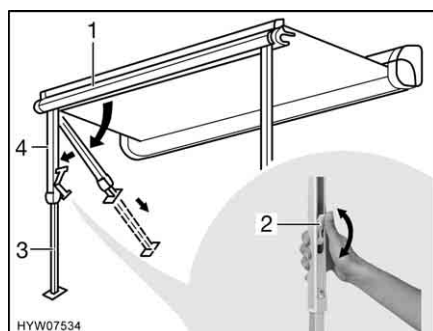

Fig. 38 Installazione dei montanti di supporto
- Estrarre i montanti di supporto (Fig. 38,4) dal listello anteriore (Fig. 38,1) ribaltandoli e montarli.
- Aprire il bloccaggio sui montanti di supporto. A tal fine ripiegare la leva di serraggio (Fig. 38,2) verso l'alto.
- Estrarre la parte inferiore dei montanti di supporto (Fig. 38,3) fino alla lunghezza desiderata.